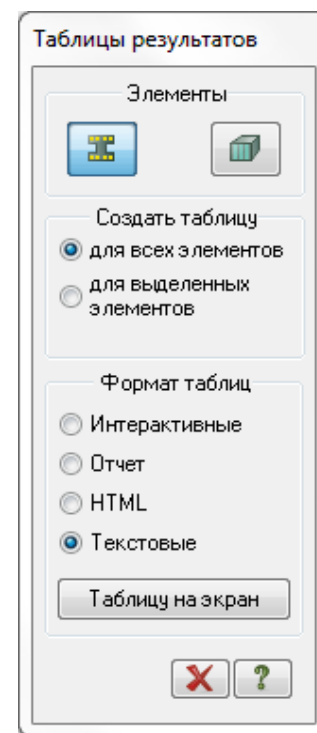

Рис.6.32. Диалоговое окно **Таблицы результатов**
- Вызовите диалоговое окно **Таблицы результатов** (рис.6.32), выбрав команду  – **Таблицы результатов для ЖБ** в раскрывающемся списке **Документация** (панель **Таблицы** на вкладке **Конструирование**).